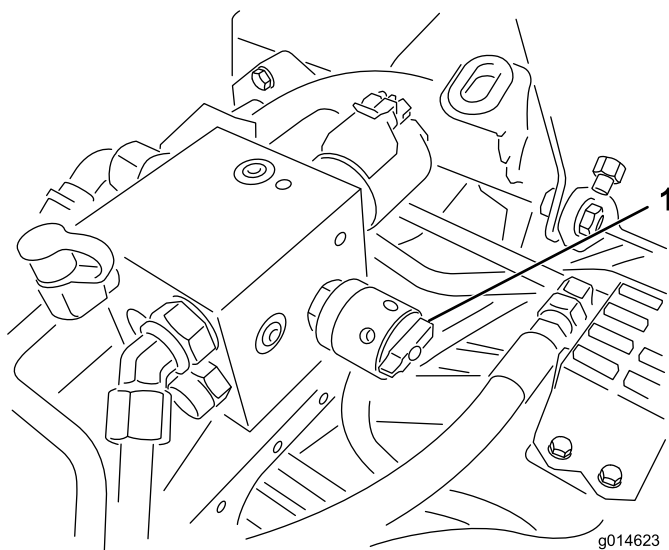

図 54
6. リール速度コントロールを 1 にセットする（図 54）。